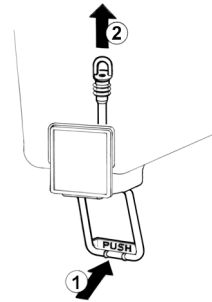

figure 2
5 **Robinet avec tube en caoutchouc:** pousser (1) le levier de débit robinet et défiler (2) le tuyau robinet de son siège sur le fond du réservoir (voir figure 2).